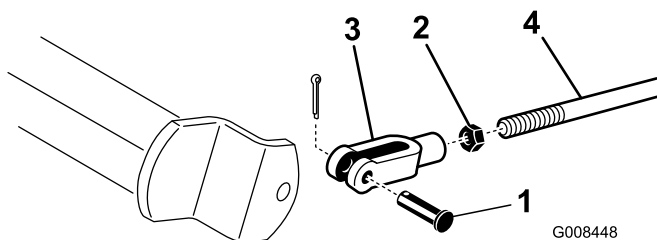

Bild 53
2. Klemmen Sie, wenn die Bremsen nicht gleichmäßig blockieren, die Bremsstangen ab, indem Sie den Splint und den Lastösenbolzen entfernen (Bild 53).
3. Lockern Sie die Klemmmutter und stellen den Lastösenbolzen entsprechend ein (Bild 53).
4. Bringen Sie den Lastösenbolzen am Bremsbügel an (Bild 53).